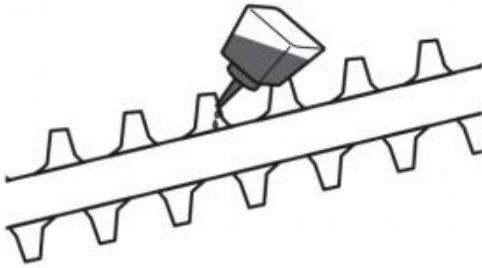

Fig. 76
2. Smörj skärbladet (D3) efter varje användning för att förlänga bladets och produktens livslängd. Applicera lätt maskinolja längs kanten på skärbladet (Fig. 76).